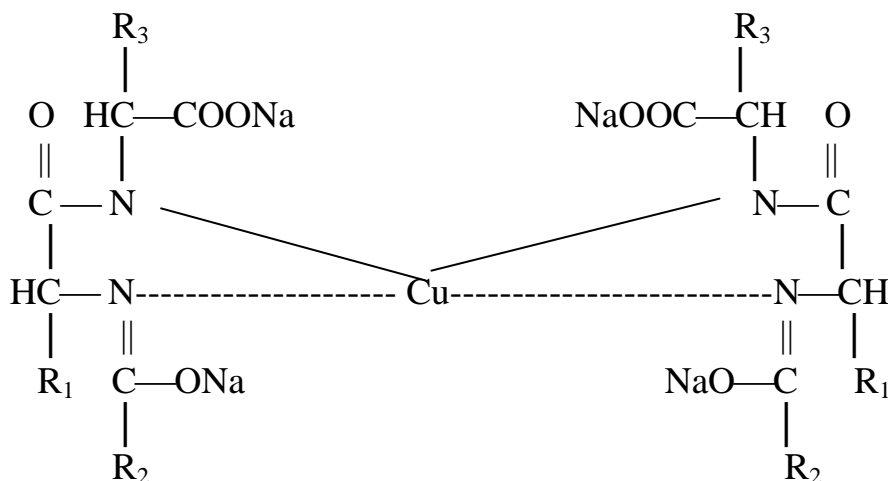

Рис. 6. Структура комплексу білка з мідним купоросом у лужному середовищі
*Принцип методу:* біуретовою реакцією називають характерну реакцію на сполуки, що містять у своєму складі не менш двох пептидних зв'язків:  $-\text{HN}-\text{CO}-$  (рис. 6). Такі сполуки в лужному середовищі утворюють з мідним купоросом комплекс, забарвлений у рожево-фіолетовий колір. Біуретова реакція виступає своєрідним доказом наявності пептидних зв'язків у білках і поліпептидах.